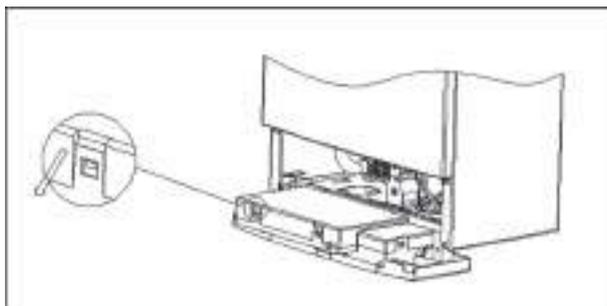

Рис. 22.
- освободите защелки с четырех сторон (рис. 22);